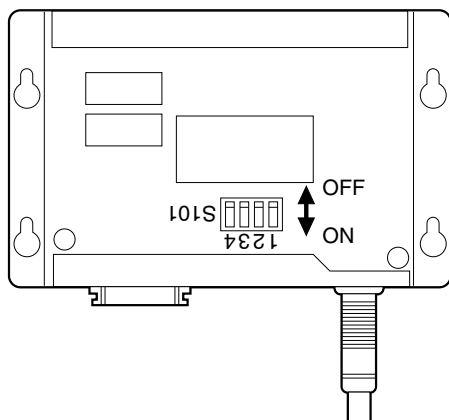

図3-1.
2. 表3-1、表3-2を参考にして、プリント基板上のディップスイッチ(図3-1. S101)を切り替えます。